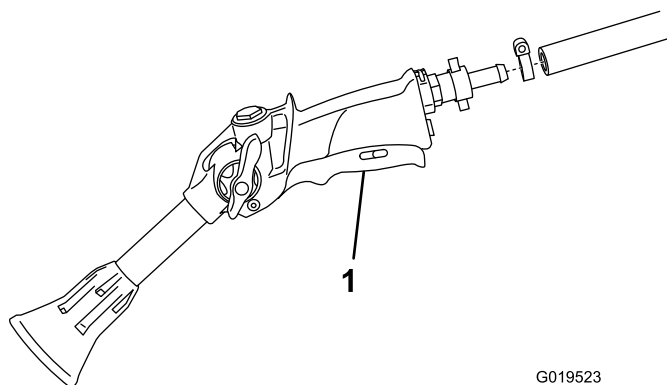

図 6
1. スプレーガンホースの自由側端部をスプレーガンのフィッティングに接続する（図 6）。